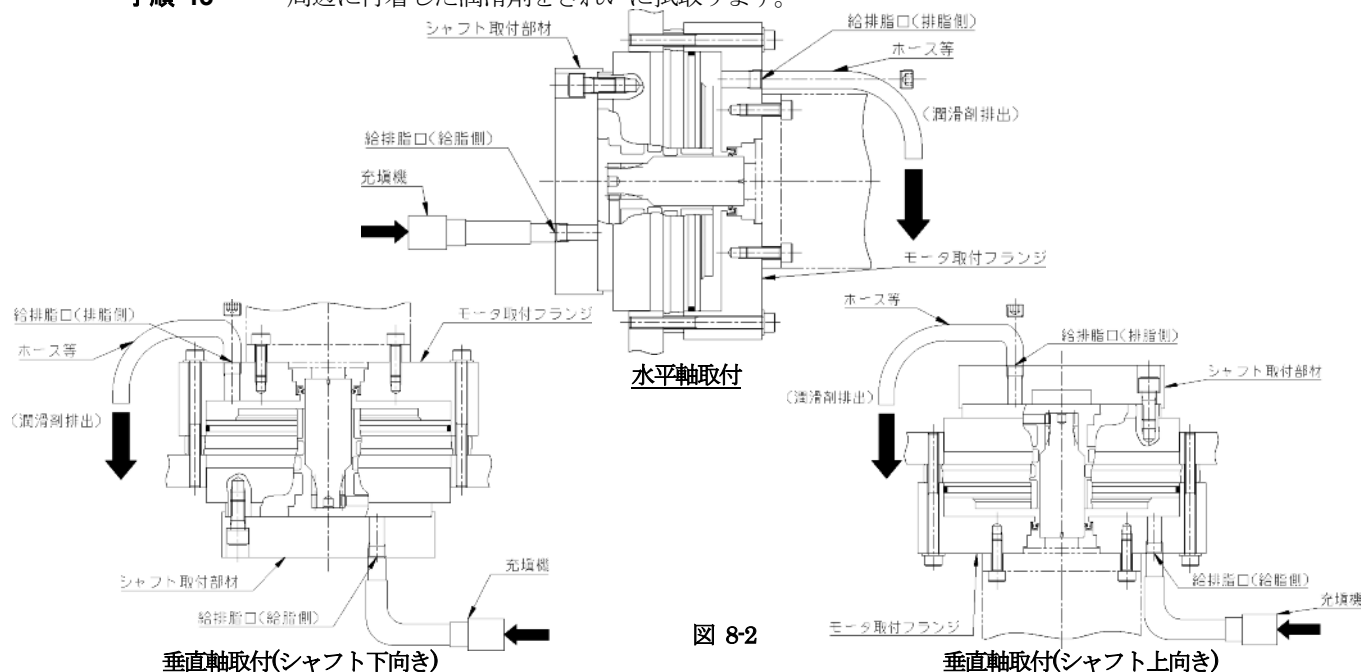

図 8-2
- ・図8-2はご注文の内容により、減速機の形状がイラストと異なる場合があります。形状についてはカタログ及び、個別に提出している外形寸法図及び納入仕様書を参照願います。
**手順 4** ・給排脂口にグリースニップル等を用意の上、グリースガンを取付けます。(図8-2 参照)